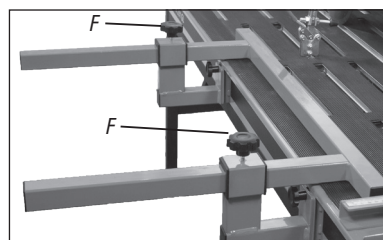

Fig. 9 – Guía corte recto
3. Enganche la guía en las bases, ajuste según sea necesario y apriete las manijas (F) para fijar la guía (Fig. 9);